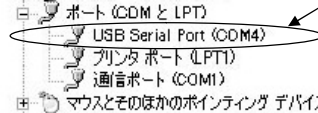

図 3-1
- ⑤ 「次の場所を含める(O)」を選択し、[ 参照(R) ] ボタンをクリックしてください。
- ⑥ CD-ROM の USB\_driver フォルダを選択し、[ OK ] ボタンをクリックしてください。
- ⑦ [ 次へ(N)> ] ボタンをクリックしてください。
- ⑧ 「新しいハードウェアの検索ウィザードの完了」画面を表示します。[ 完了 ] ボタンをクリックしてください。
- ⑨ 再度、②の画面を表示します。同様に⑧まで繰り返し行ってください。以上でドライバのインストールは終了です。
- (3) COM ポート番号の確認
- ① 「スタート」- 「コントロールパネル」をクリックしてください。
- ② 「パフォーマンスとメンテナンス」をクリックしてください。
- ③ 「システム」をクリックしてください。「システムのプロパティ」画面を表示します。
- ④ 「ハードウェア」タブをクリックし、[ デバイスマネージャ(D) ] ボタンをクリックしてください。
- ⑤ 「ポート(COM と LPT)」の中に「USB Serial Port (COM4)」と表示している場合、COM ポートは 4 番として割り当てられています。[[例]図 3-1 (例)]